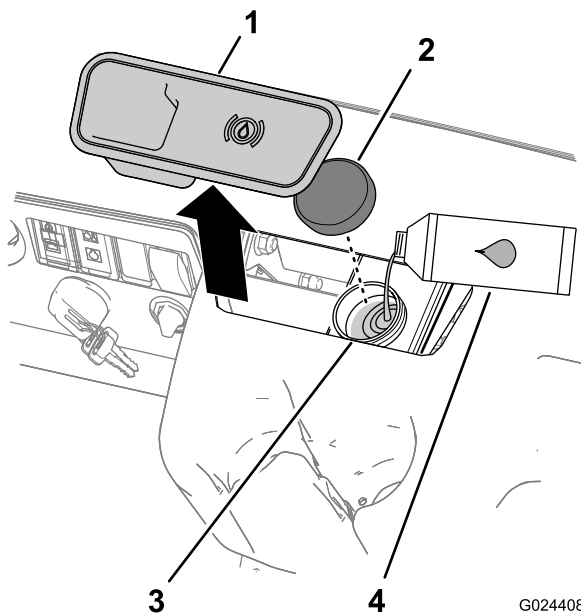

Figura 13
2. Retire el tapón de goma situado encima y en el centro del salpicadero para tener acceso al cilindro maestro y al depósito del líquido de frenos (Figura 13).
- A. Limpie la zona alrededor del tapón del depósito y retire el tapón (Figura 13).
- C. Coloque el tapón del depósito (Figura 13).